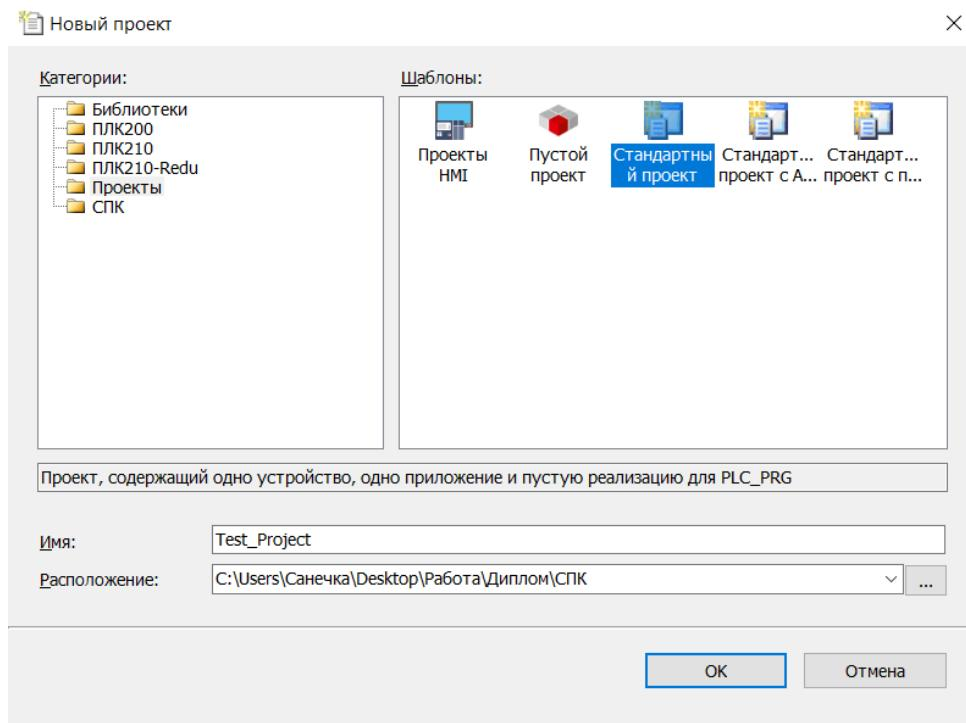

Рис. 33. Окно создания проекта для СПК
2. После успешной установки пакета таргет-файла можно приступить к запуску ПО CoDeSys v3.5. После запуска программы необходимо нажать на кнопку «Новый проект...», будет предложено выбрать шаблон проекта, имя проекта и его расположение (рис. 33). Шаблон проекта необходимо выбрать «Стандартный проект», имя и расположение на усмотрение пользователя, после чего можно нажать «OK».